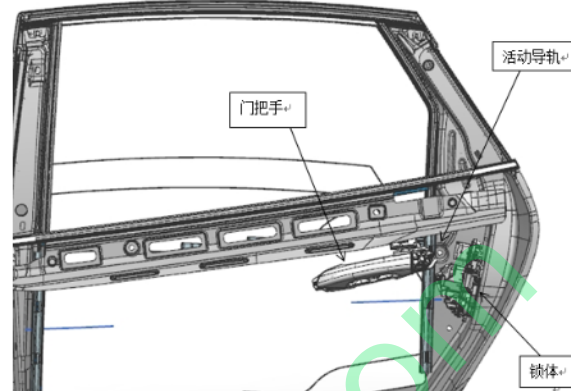
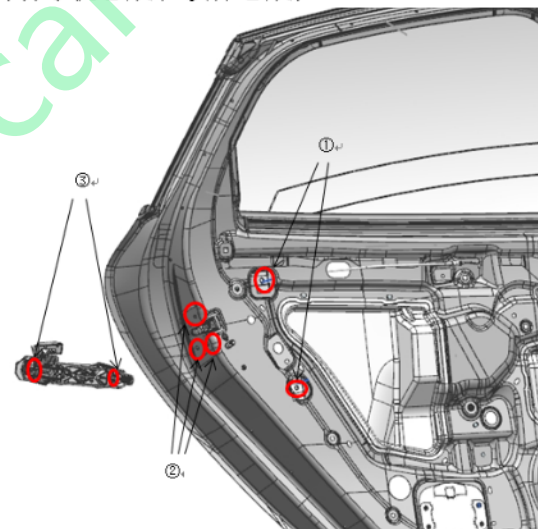

图 3 后门锁体周边图
图 4 前门锁体周边局部放大图
参照图 3 和图 4，按照以下步骤完成左后门锁的拆卸：
先后拆下如图 4 中①和②所示位置的螺栓，取下活动导轨总成和锁体总成；